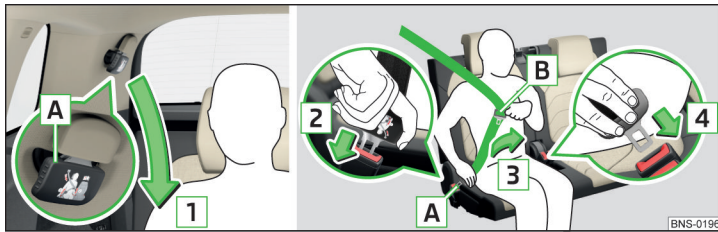

Fig. 19 Boucler / déboucler la ceinture de sécurité de la troisième rangée de sièges
- › Tirez lentement la ceinture dans la languette de fermeture [A] » fig. 19 vers le bas dans le sens de la flèche [1].
- › Saisissez la languette de fermeture [A] » fig. 19 et appuyez sur le bouton rouge de la boucle, la languette est éjectée.